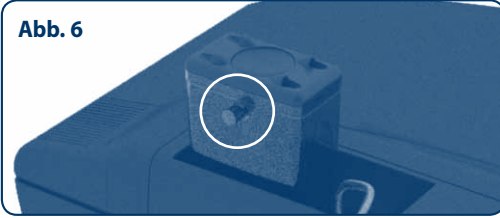

Abb. 7
- 7 Sollten Sie während der ersten Phase eine übermäßige Schaumbildung feststellen, verringern Sie über den am Schalldämpfer angebrachten Regler den Luftstrom (**Abb. 7**); versuchen Sie erst später den Luftstrom wieder zu erhöhen und, wenn möglich, auf das Höchstlevel zu bringen;